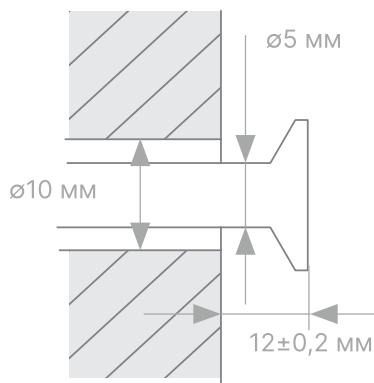

Рисунок 4.4 — Расположение самонарезающихся винтов в стене
4.2.11. Установите в два нижних отверстия винты (входят в комплект поставки). Убедитесь, что длина выступа дюбель-гвоздей из стены составляет $(12,0 \pm 0,2)$ мм (рисунок 4.4). При не ровных стенах размер установить по факту для плотного прилегания воздухозаборного отверстия брызера к каналу воздуховода.